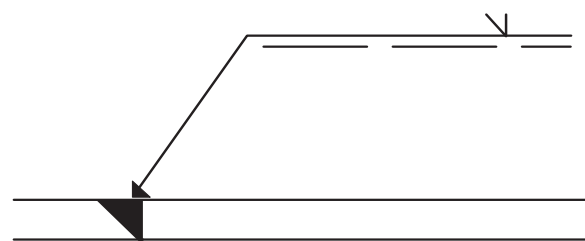

Fig. 10.1
- Geef de laspositie aan met de plaats van de pijl. Deze kan onder iedere gewenste hoek staan. Bij een lasverbinding waarvan een zijde is voorbereikt, wijst de pijl in de richting van het vlak dat voorbereikt moet worden. (Fig. 10.1)